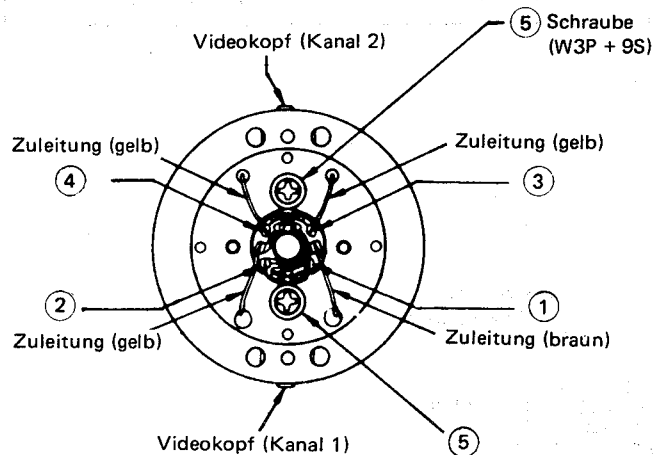

Abbildung 31.
1. Die neue obere Trommel in die Abbildung 31 gezeigte Lage bringen, und die Zuleitungen vorschriftsmäßig verlegen.